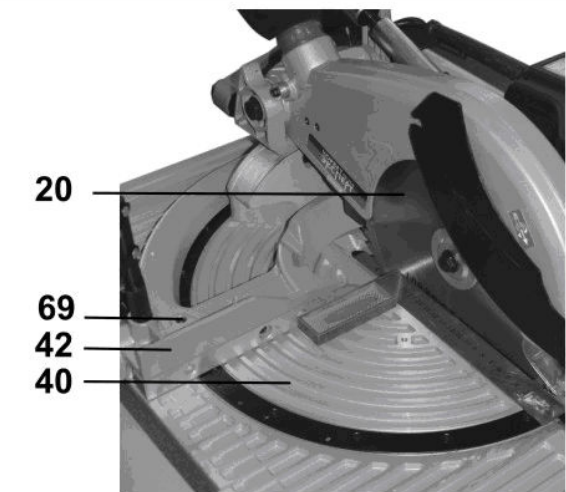

Рис.12
Поворачивая рабочий стол 40, вы услышите щелчки, соответствующие определенному фиксированному положению (углу поворота) рабочего стола 40 (Рис. 2в), например 0°, 15°, 22,5°, 30°, 45°. Любой угол поворота рабочего стола 40 (Рис. 2в) необходимо фиксировать винтом 54 (Рис. 2г). Плавность поворота рабочего стола 40 регулируется винтом 69 (Рис.12).
Зафиксируйте нижнее положение стопором 39 (Рис. 2в). Убедитесь в том, что рабочий стол 40 (Рис. 12) находится в положении "0°" (см.п. 12.6.).
Поместите угольник (не комплектуется) между фронтальным упором 42 и пильным диском 20 (Рис.12). Если перпендикулярности между упором 42 и пильным диском 20 (Рис. 12) нет, то :
- медленно качая ручку 44 (Рис. 2в), отрегулируйте положение пильного диска 20 так, чтобы между пильным диском 20 и фронтальным упором 42 был прямой угол (Рис. 12);
Максимально возможное опускание пильного диска 20 к рабочему столу 40 (Рис. 12) ограничивается упором 38 и винтом с контргайкой 70 (Рис. 14).
Чтобы ограничить опускание пильного диска 20 к рабочему столу 40 (Рис. 12), переведите упор 38 в нижнее положение, как показано на рисунке 14. Уровень максимального опускания пильного диска 20 (Рис. 12) ограничивается выступающей частью винта 70 (Рис. 14). Ослабьте контргайку, и вращением винта 70 (Рис. 14) отрегулируйте уровень максимального опускания пильного диска 20 (Рис. 12), затем затяните контргайку винта 70 (Рис. 14).